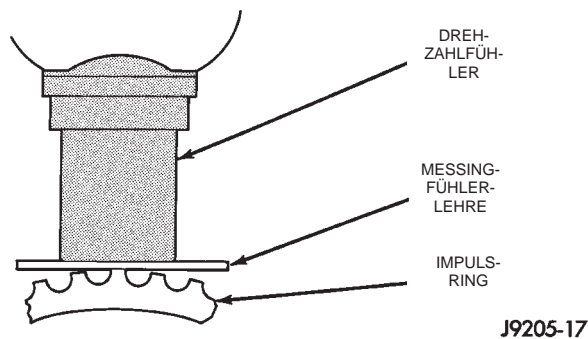

Abb. 10 Luftspalt beim ursprünglichen Hinterradfühler einstellen
(2) Das Fühlerkabel durch die Öffnung im Fühlerhalteblech führen und die Gummitülle im Halteblech einsetzen.
(3) Auf die ursprüngliche Fühlerbefestigungsschraube Mopar® Lock N' Seal oder Loctite® 242 auftragen. Wenn die alte Schraube abgenutzt oder beschädigt ist, eine neue Schraube verwenden.
(4) Die Fühlerbefestigungsschraube zunächst nur handfest eindrehen.
(5) Wenn der **ursprüngliche** Hinterrad-Drehzahlfühler wieder eingebaut wird, den Luftspalt auf 0,28-1,5 mm (0,011-0,059 Zoll) einstellen. Den Luftspalt mit einer Fühlerlehre messen (Abb. 10). Die Fühlerbefestigungsschraube mit einem Anzugsmoment von 12-14 N·m (106-124 in. lbs.) festziehen.